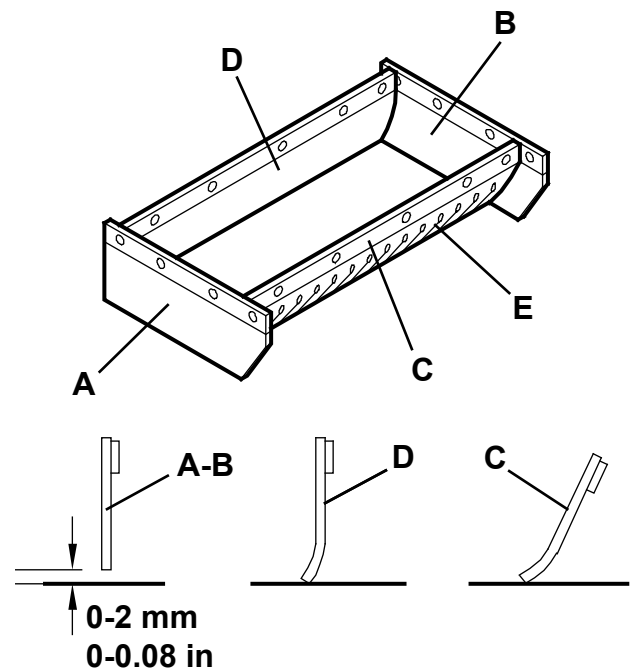

Abbildung 11
- Hauptschalter (1) auf 0 stellen.
- Überprüfen, ob die Bodenfreiheit der seitlichen Schmutzfangklappen (A und B, Abb. 11) zwischen 0 und 2 mm beträgt.
- Überprüfen, ob die vordere und die hintere Schmutzfangklappe (C und D, Abb. 11) leicht auf dem Boden schleifen. Prüfen, ob die Schmutzfangklappen unversehrt sind und weder Schnitte noch Risse aufweisen, die die Saugfähigkeit des Geräts beeinträchtigen können. Es ist zu beachten, dass die vordere Schmutzfangklappe charakteristische senkrechte Schnitte (E) aufweist. Falls erforderlich, die vordere und/oder hintere Schmutzfangklappe austauschen (siehe Service-Anleitung).